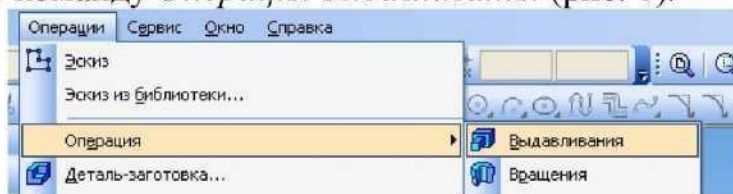

Рис. 8.
10. Для создания детали в виде элемента Выдавливания вызовите из меню *Операции* команду *Операция выдавливания* (рис. 8).